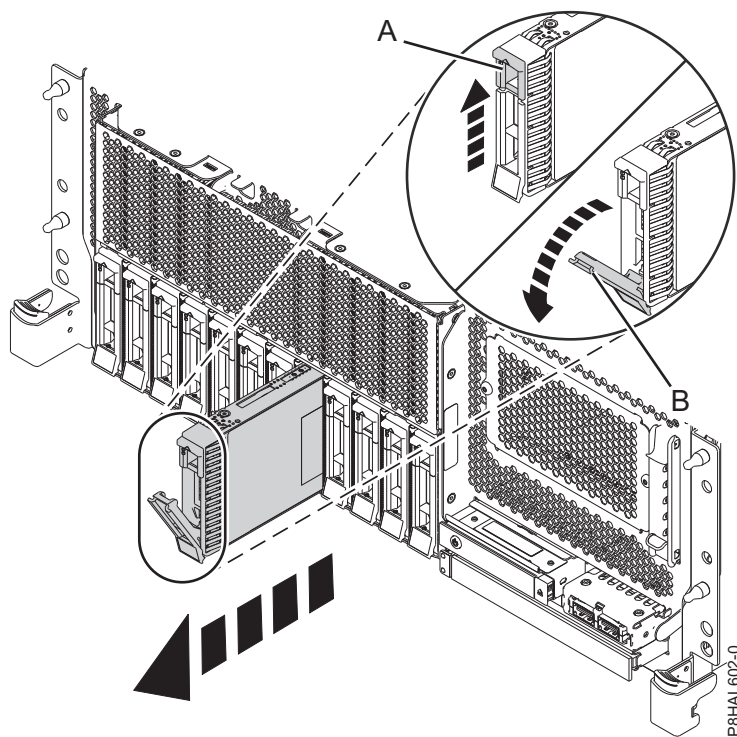
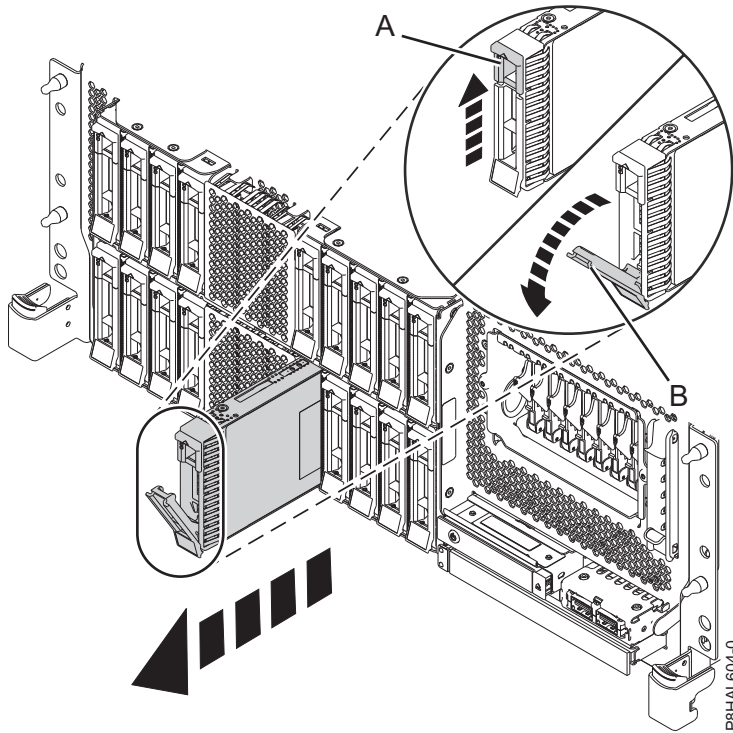
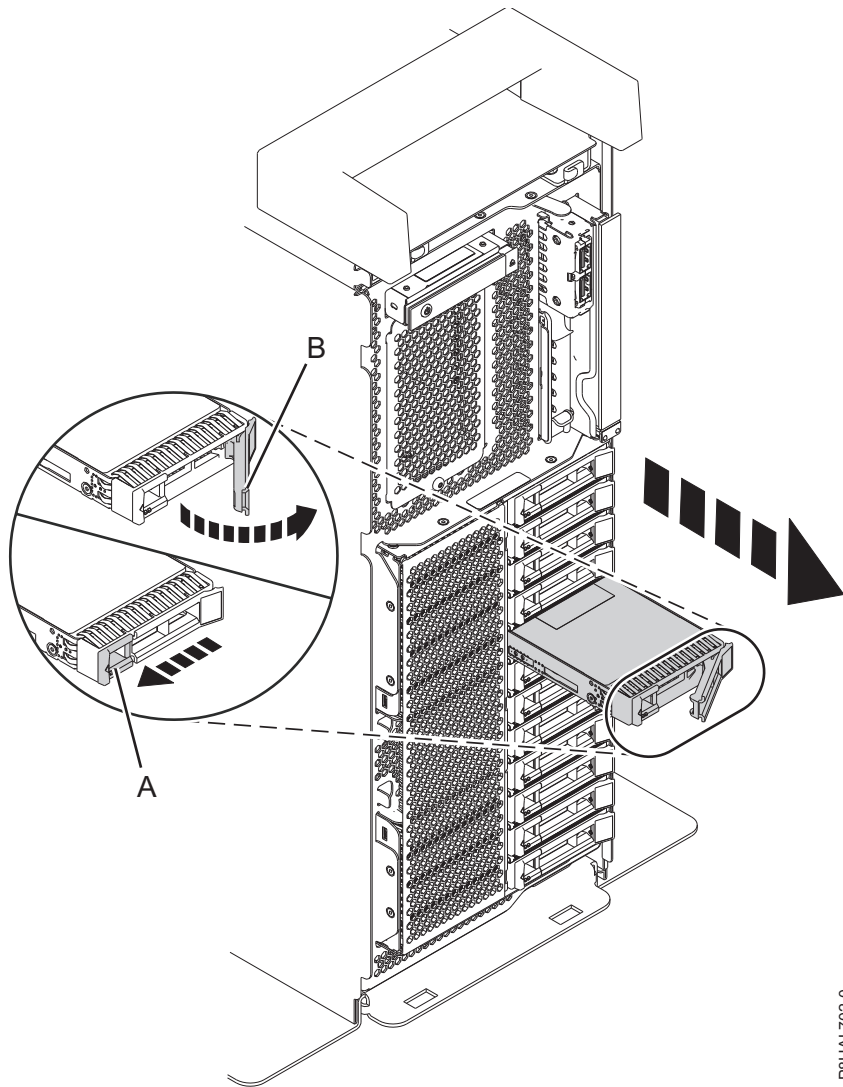
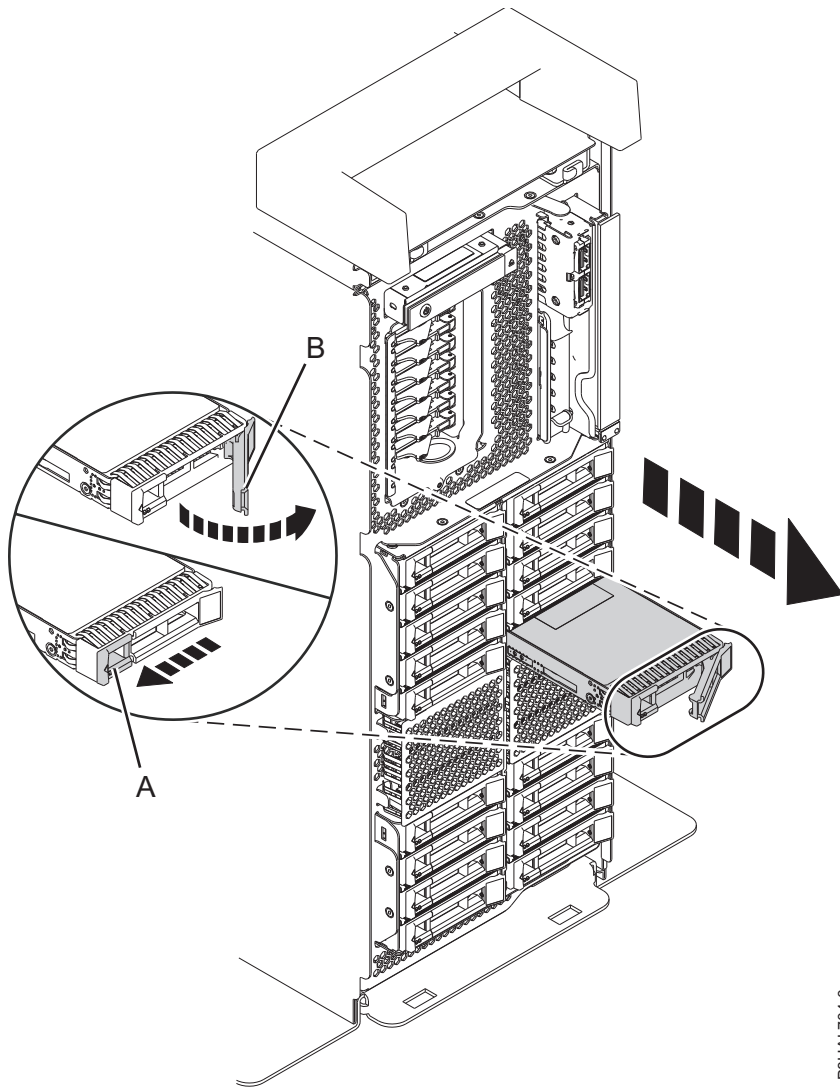

Figura 118. Extracción de una unidad de disco de un sistema de función base montado en bastidor
Figura 119. Extracción de una unidad de disco de un sistema de función ampliada montado en bastidor
Figura 120. Extracción de una unidad de disco de un sistema autónomo de función base
Figura 121. Extracción de una unidad de disco de un sistema autónomo de función ampliada
3. Cuando el LED de identificación parpadee, desbloquee el asa de la unidad (**B**) presionando el pestillo del asa (**A**) y tirando de él hacia usted, como se muestra en la Figura 118, Figura 119 en la página 134, la Figura 120 en la página 135 y la Figura 121 en la página 136. Si el asa no está extendida del todo, la unidad de estado sólido no se puede deslizar hacia fuera del sistema.